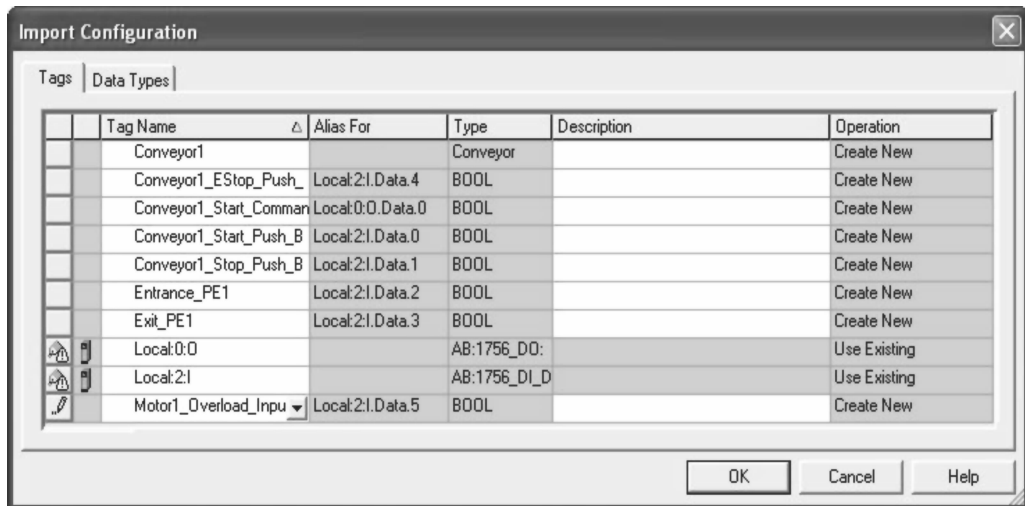

图 13-12 “导入”组态窗口
8. 向标签中添加 1 来表示 Conveyor1。完成后, 标签应显示如图 13-12 所示。